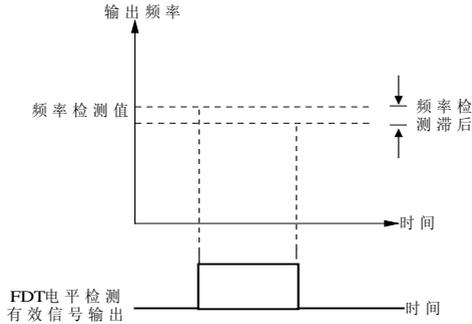

图 5-3-9 频率检测FDT
- ◆ 当输出频率大于或等于某一指定频率（频率检测值）时，Y输出指示信号，这个指定频率称为FDT电平。在输出频率下降过程中，如果输出频率小于FDT电平，Y将继续输出指示信号，直到输出频率下降到低于FDT电平的某一频率，即解除频率。（解除频率=频率检测值-FDT滞后值），如图5-3-9所示。